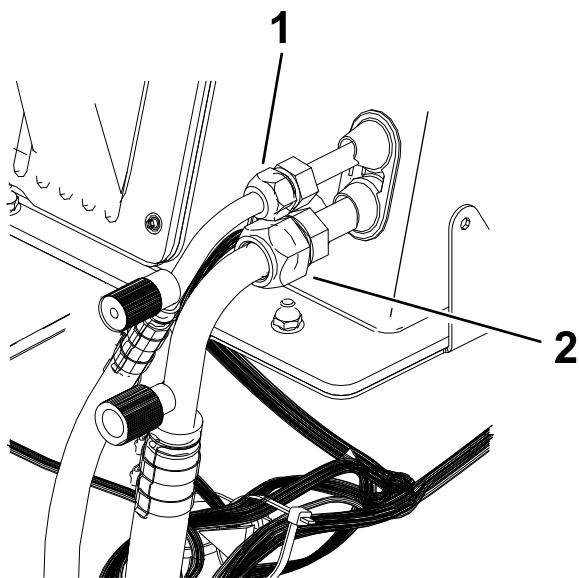

Figura 31
9. Ligue o tubo de sucção e tubo de descarga à caixa do sistema AVAC (Figura 31).